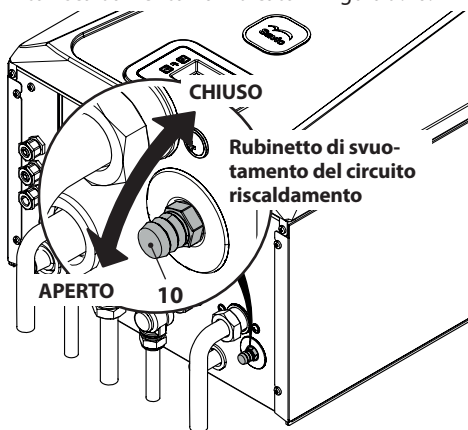

Figura 9.10
- Allentare il rubinetto di svuotamento del circuito riscaldamento **10** indicato in Figura 9.10.